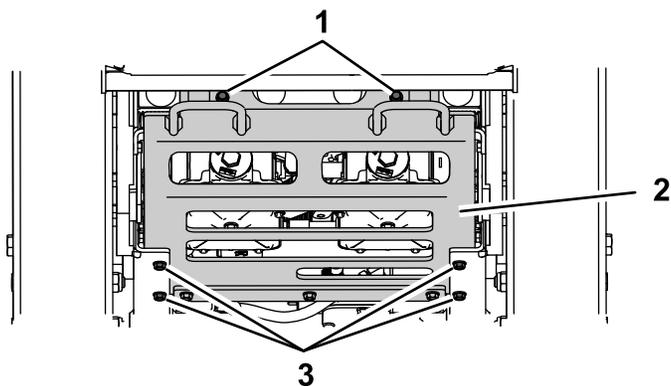

Figura 49
4. Quite los 6 pernos (2 traseros, 4 laterales) de la placa de deslizamiento y retírela (Figura 49).
15. Instale la placa de deslizamiento (Figura 49).